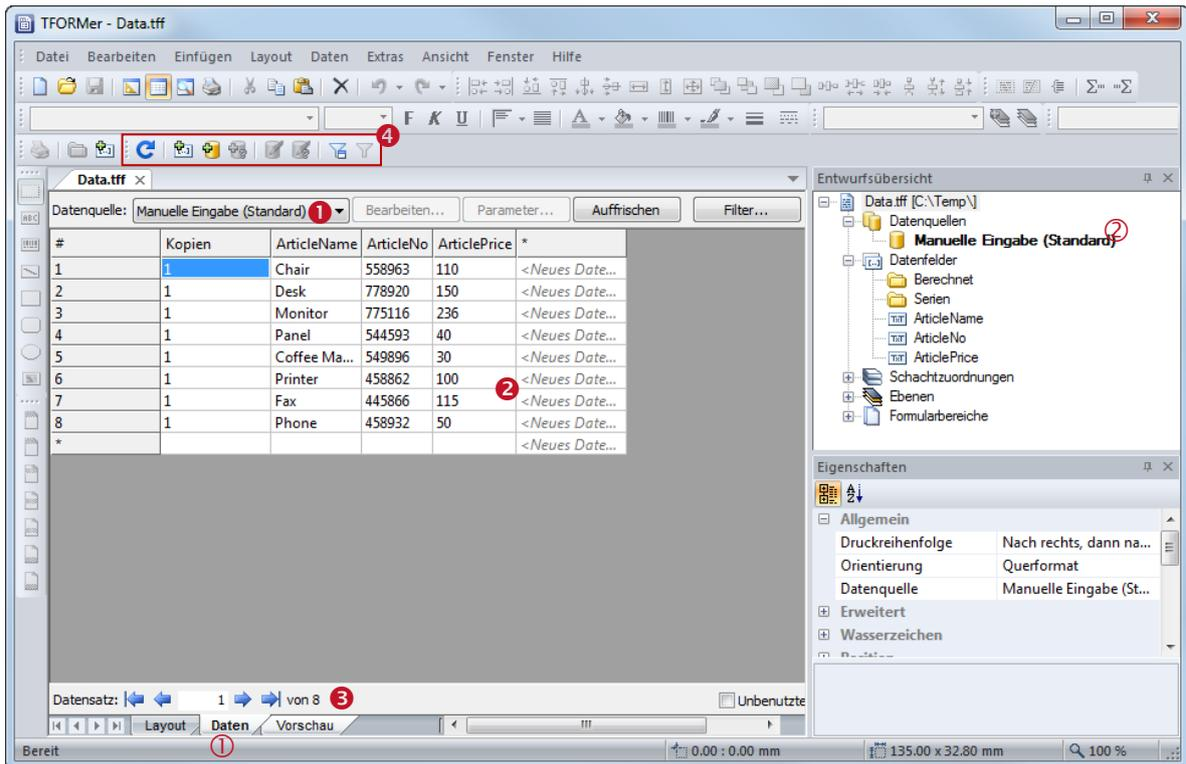

Abbildung 49: Datenansicht
Um zur Datenansicht zu wechseln klicken Sie unten im Programmfenster auf den Reiter „Daten“  (siehe Abbildung 49 unten), oder wählen Sie **Daten** ► **Datenansicht** aus dem Menü. Alternativ verwenden Sie das Tastenkürzel **Strg+D**.
- Verwenden Sie die Datenquellenauswahl in der Datenansicht um zur gewünschten Datenquelle zu wechseln. (siehe Abbildung 49, 1).